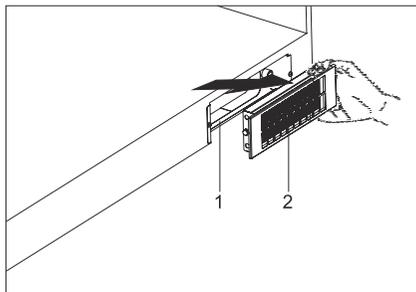

Fig. 7
1. → filtro al carbone attivo (Fig. 7/2) tirandolo verso la direzione della freccia (Fig. 7).